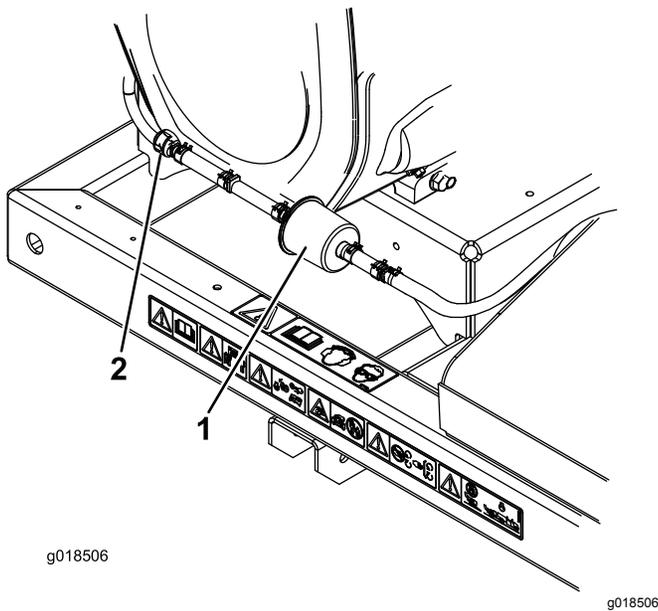

Рисунок 14
2. Переместите шланговые хомуты пружинного типа с обеих сторон угольного фильтра линии продувки в стороны от фильтра (Рисунок 14).
3. Снимите и удалите в отходы фильтр с угольным элементом (Рисунок 14).
4. Установите новый фильтр в шланг так, чтобы стрелка на фильтре была направлена в сторону обратного клапана, и зафиксируйте его шланговыми хомутами (Рисунок 14).